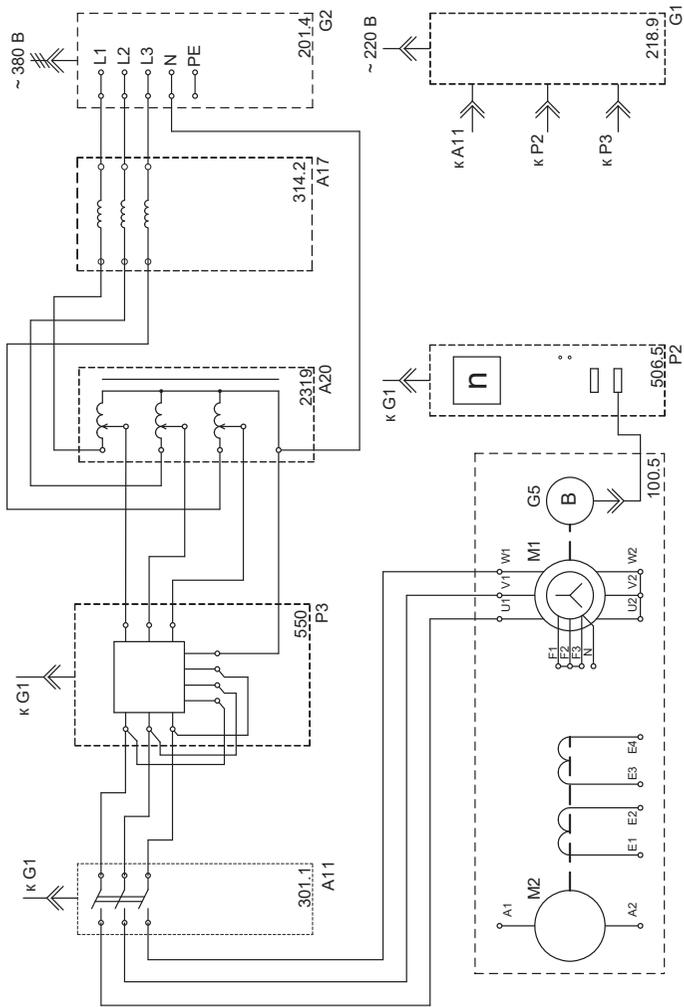

Рис. 4.2
- Соедините аппаратуру в соответствии с электрической схемой, приведенной на рис. 4.2.